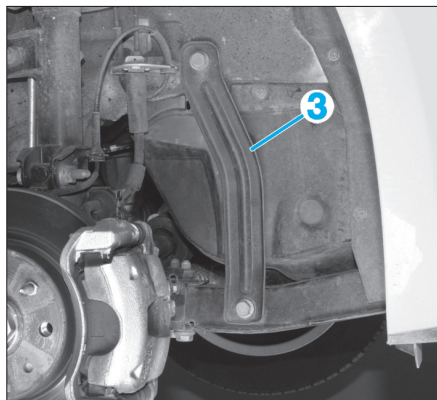

Fig. 18
• Dévisser le boulon (2) fixant l'étrier à la barre de réaction.
• Déposer la ferrure (flèche) (Fig.18).